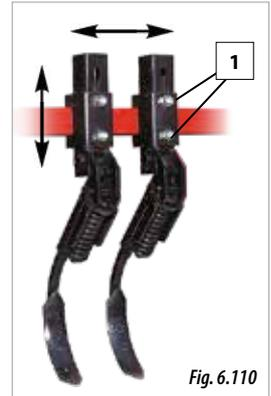

Fig. 6.110
- 1- Allentare i dadi di fissaggio (1, Fig. 6.110).
- 3- Fissare la posizione mediante i dadi (1, Fig. 6.110).
REGOLARE ORIZZONTALMENTE I CANCELLA-TRACCIA IN MODO CHE COINCIDANO CON LE RUOTE DEL TRATTORE, E VERTICALMENTE PERCHÉ SI INTERRINO A SUFFICIENZA PER CANCELLARE LE TRACCE DEL TRATTORE (Fig. 6.110).